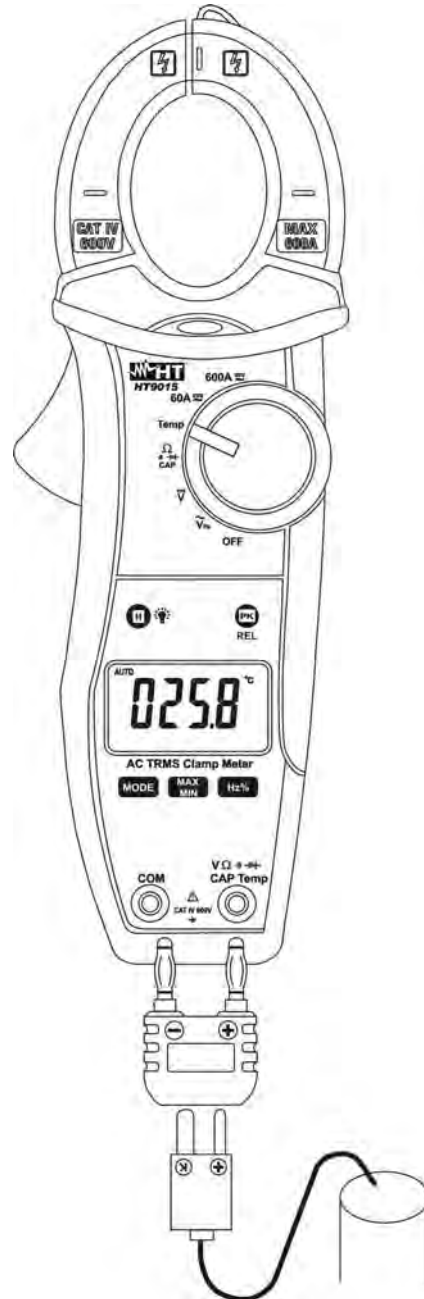

Fig. 8: Uso de la pinza para medida de Temperatura
3. Inserte la sonda termopar tipo K en dotación en los terminales de entrada **VΩ⊃→CAP Hz%Temp** y **COM** a través del adaptador, respetando la polaridad mostrada en la Fig. 8. El valor de la temperatura es mostrado en el visualizador. En la medida de temperatura la barra gráfica analógica está desactivada